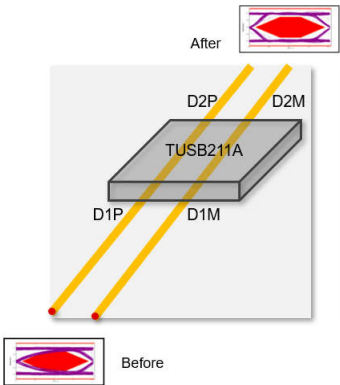

图 20. TUSB211A USB 2.0 信号调节器
随着 USB 2.0 的数据速率提高，在某些情况下，尤其是在从主机到 USB 连接器的印刷电路板布线较长的台式机或服务器平台上，可能需要借助信号调节器（例如德州仪器 (TI) 的 TUSB211A），才能通过 USB 2.0 主机眼图电气测试。图 20 展示了一个示例，以及如何将 TUSB211A 作为信号调节器用于现有布线上。